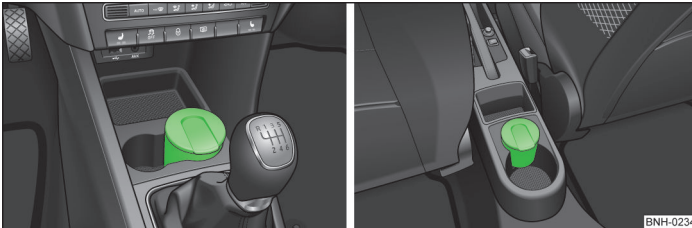

Abb. 48 Aschenbecher: vorn / hinten
- Den Aschenbecher » Abb. 48 nach oben herausnehmen.